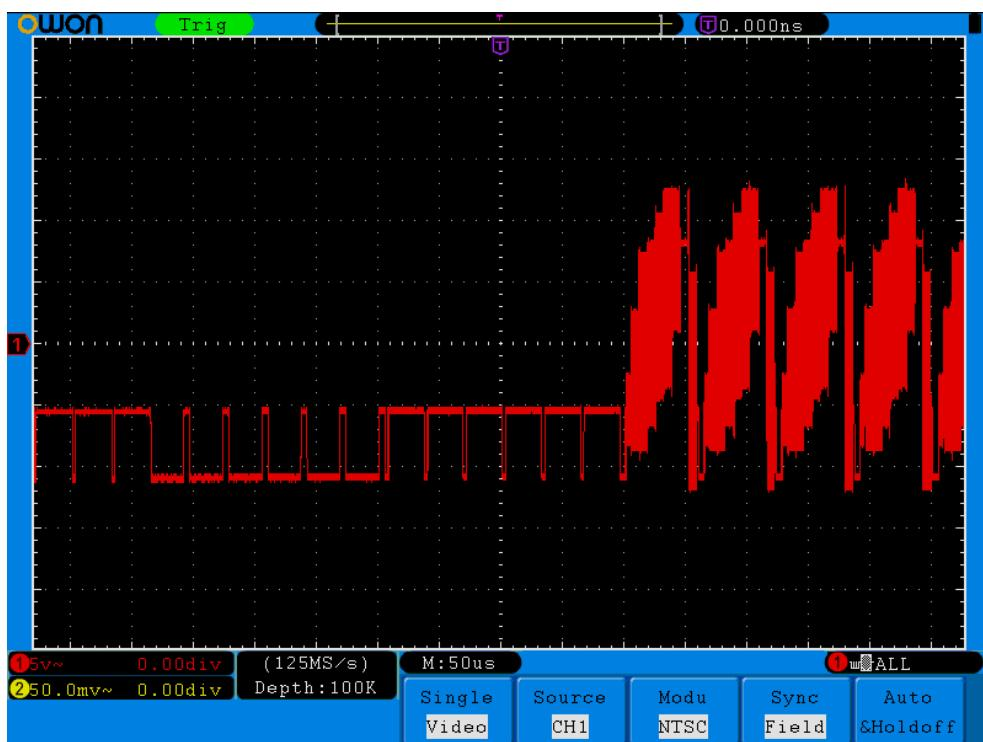

Рисунок 7-7 Осциллограмма сигнала с запуском по кадровому синхроимпульсу
- (1) Нажмите кнопку **Trigger** для отображения меню настроек запуска.
- (2) Нажмите кнопку **H1** для отображения меню типа запуска.
- (3) Нажмите кнопку **F1** для выбора типа **Single**.
- (4) Вращением регулятора **M** выберите **Video** в качестве режима.
- (5) Нажмите кнопку **H2** для отображения меню источника запуска.
- (6) С помощью кнопки **F1** выберите **CH1** в качестве источника.
- (7) Нажмите кнопку **H3** для отображения меню **Modu**.
- (8) С помощью кнопки **F1** выберите стандарт **NTSC**.
- (9) Нажмите кнопку **H4** для отображения меню **Sync**.
- (10) С помощью кнопки **F2** выберите **Field**.
- (11) С помощью регуляторов **VOLTS/DIV**, **VERTICAL POSITION** и **SEC/DIV** получите нужное отображение формы сигнала (см. рис. 7-7).